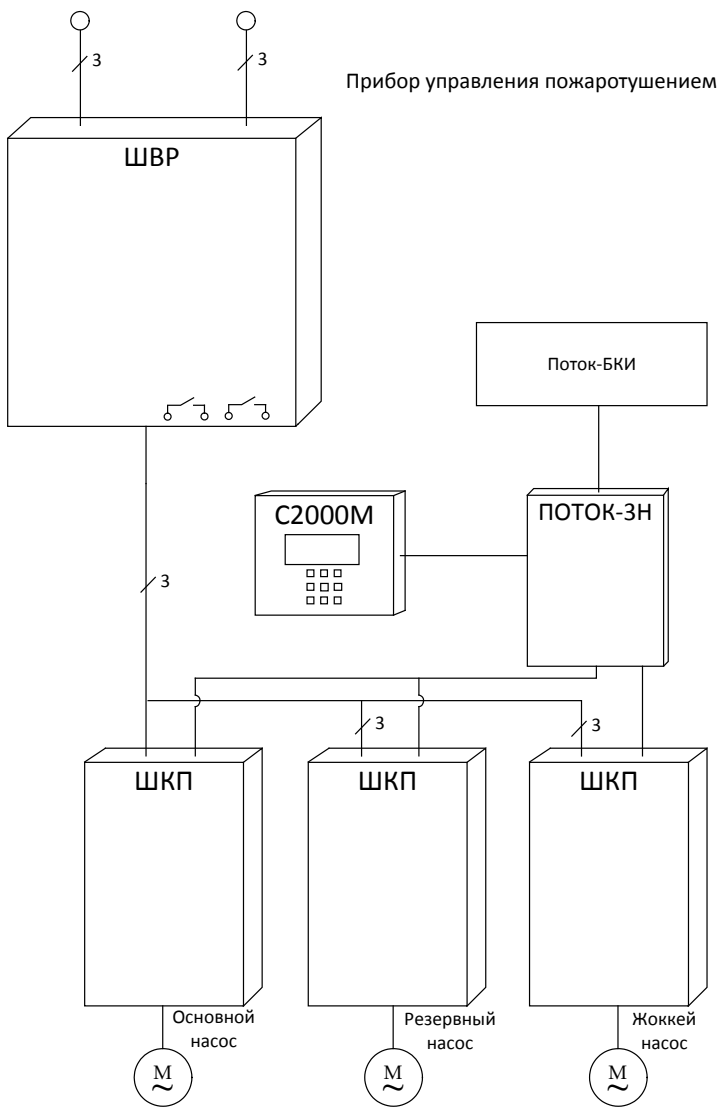

Рисунок 1. Схема питания ШКП в составе ПГУ.
1.2.1 Питание ШКП и ППУ осуществляется от источника трёхфазной сети переменного тока 380 В. через шкаф ввода резерва «ШВР-30» (см. рис. 1), который имеет два ввода. «ШВР-30» обеспечивает автоматическое переключение с основного ввода на резервный при пропадании на основном вводе, и обратно.